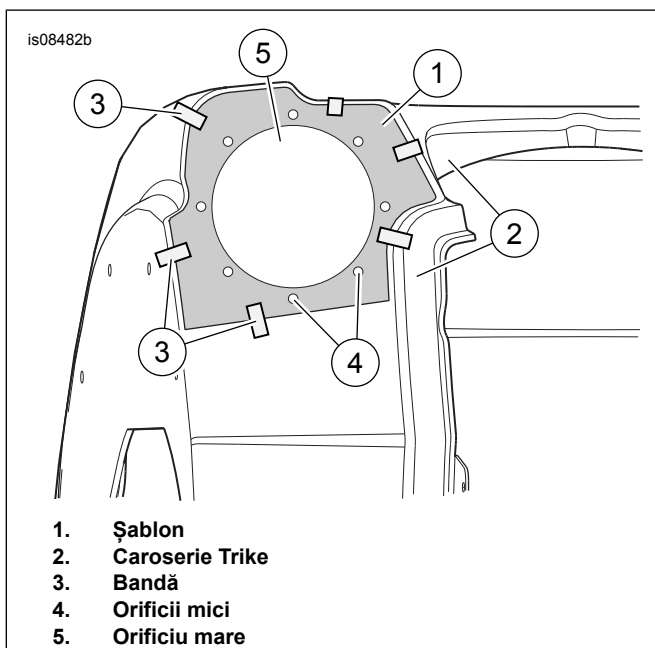

Figura 1. Amplasarea șablonului
1. Consultați Figura 1 . Aliniați șablonul (1) cu o parte a caroseriei trike-ului (2). Muchiile șablonului se aliniază tangențial curburilor caroseriei. Fixați șablonul cu bandă (3). Marcați centrul celor opt orificii mici (4). Marcați orificiul mare (5) cu un marcator contrastant sau creion moale.